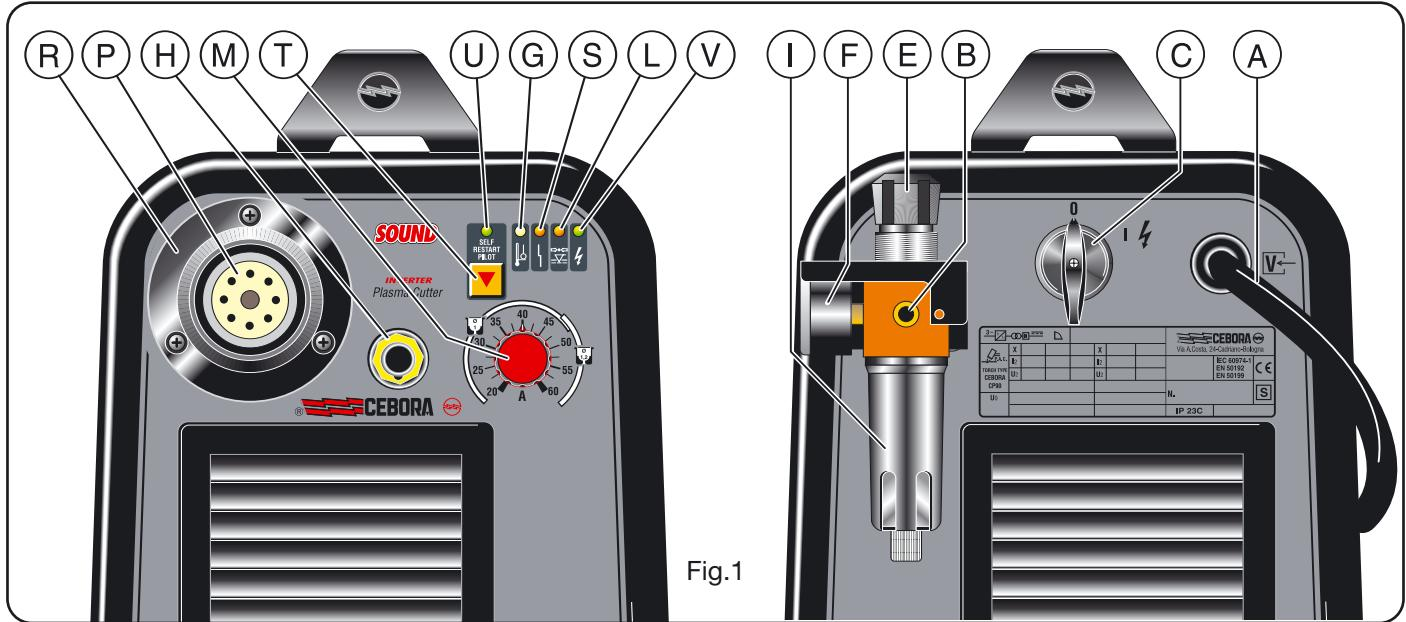

Fig.1
### 2.1 MONTAJE ANTORCHA (Fig. 1)
1) Con el fin de evitar sobrecargas. Està evidenciado por el encendido continuo del Led **G** (vease fig. 1).
Colocado en la alimentación de la antorcha para evitar que la presión del aire sea insuficiente viene evidenciado por el encendido del led **L** (ver fig.1).